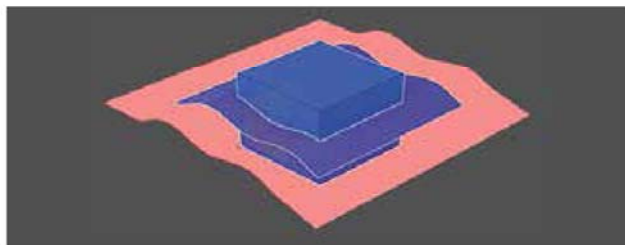

图 2-76
(11) **分割实体**: 通过使用面、轮廓或平面分割选定的实体以创建新实体。选择要修改的实体, 然后选择分割实体的轮廓、面或平面, 如图 2-76 所示。